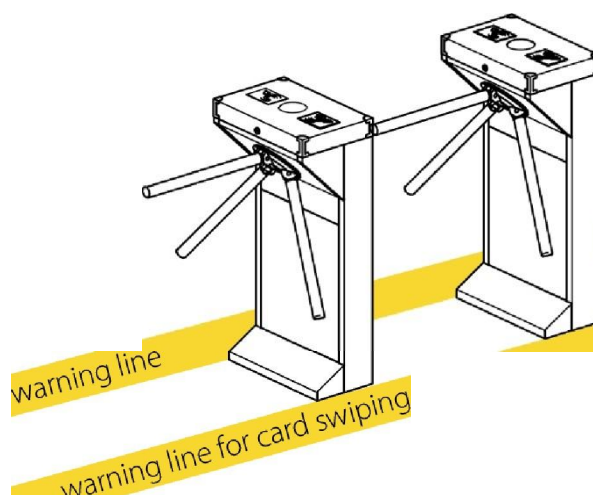

Рисунок 3-2
3. Также рекомендуется установить предупреждающую линию для проноса карт (см. Рисунок 3-2). Предупреждающая линия подскажет пользователям, что карты следует проносить в определенную зону, что значительно снизит вероятность выхода из строя оборудования в результате неправильных действий.